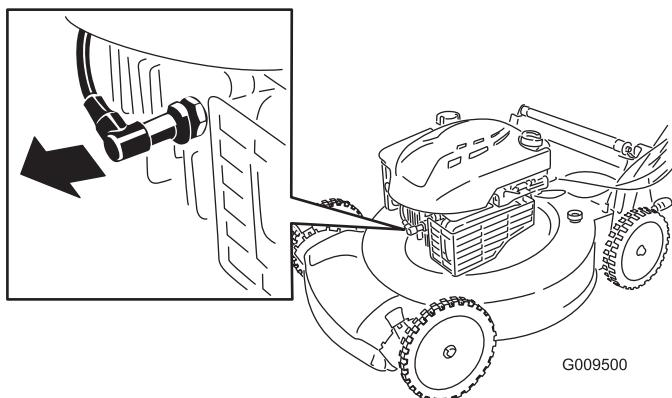

Bild 19
- Ziehen Sie das Zündkabel von der Zündkerze (Bild 19) ab, bevor Sie Wartungsarbeiten ausführen.